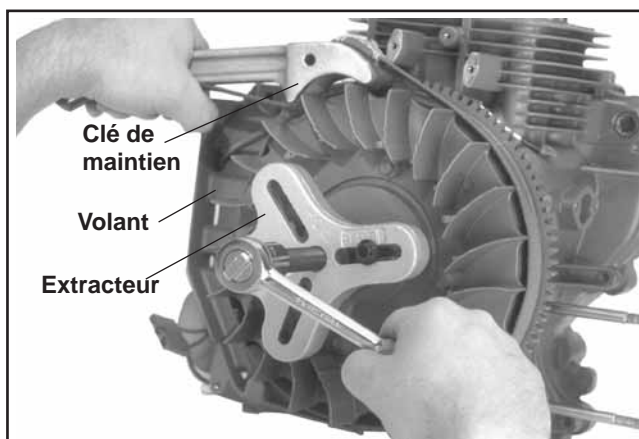

Figure 9-38. Dépose du volant à l'aide d'un extracteur.
3. Retirer le volant du vilebrequin à l'aide d'un extracteur. Voir la figure 9-38.